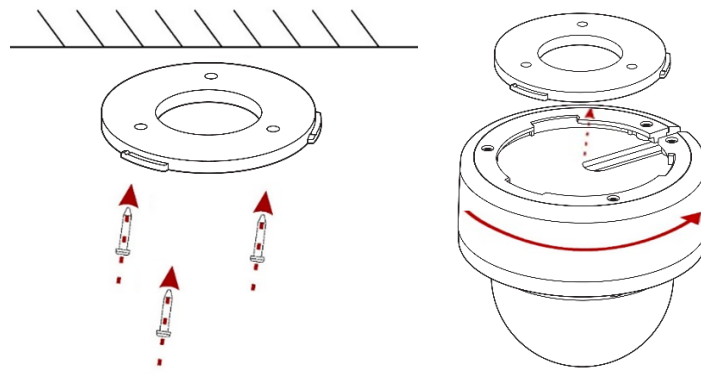

Рис. 1 – Монтаж камеры
3. Совместите отверстия крепежного кольца с пластиковыми дюбелями, закрепите кольцо на поверхности с помощью набора винтов. Закрепите камеру на крепежном кольце, повернув её корпус до щелчка. (см. рис. 1).